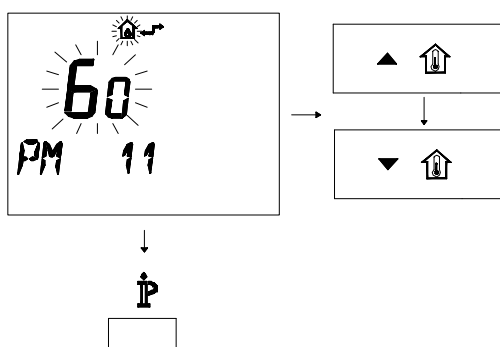

Figura 5.45
- Per modificare il SET programmato agire sui pulsanti **▲** **↑** o **▼** **↓** e aspettare che il numero programmato cominci a lampeggiare (Figura 5.45). Ogni passo incrementato o decrementato corrisponde a 1 secondi.